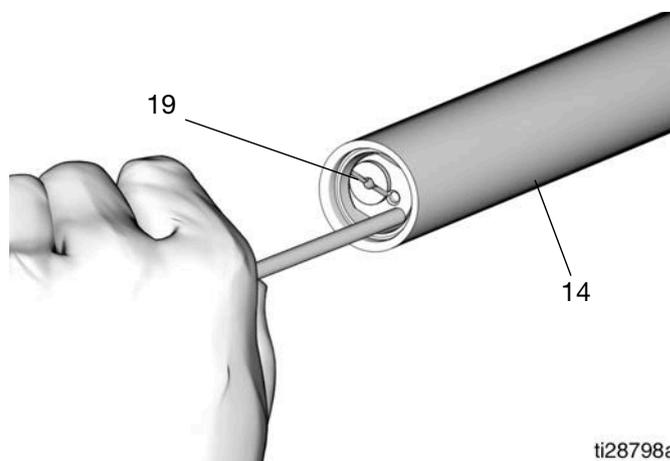

FIG. 28
3. Utilizzare un'asta lunga e liscia in alluminio o in ottone, senza bordi affilati e bave per spingere il gruppo valvola di ritegno (19) nel tubo di uscita (14) (FIG. 28).